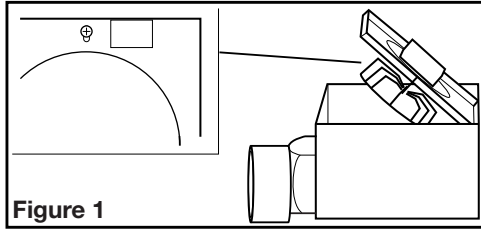

Figure 1
- Remove the fan's venturi assembly, which is secured in place with one screw through the venturi (**Figure 1**). This is a captive screw and will stay installed in the venturi. Keep the venturi assembly and the grill in the carton until needed so they do not get damaged or lost.
2. Retirer l'ensemble venturi du ventilateur, lequel est fixé en place par une vis au travers du venturi (**Figure 1**). C'est une vis imperdable et elle demeurera installée dans le venturi. Garder l'ensemble venturi et la grille dans la boîte jusqu'à ce que vous en ayez besoin pour qu'ils ne soient pas endommagés ou perdus.